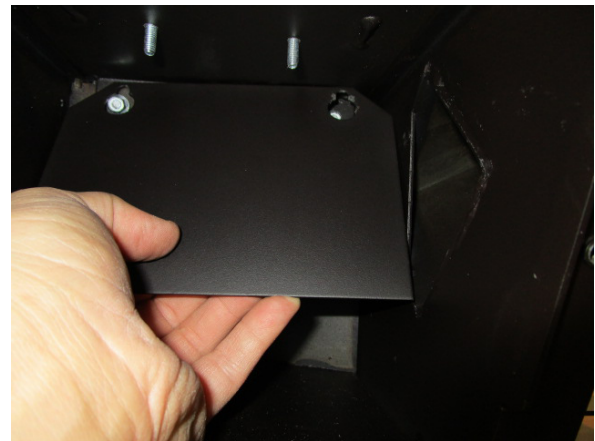

Fig. 66 - Rauchabweiser abnehmen
- Rauchabweiser entfernen (siehe **Fig. 66 auf S. 34**).